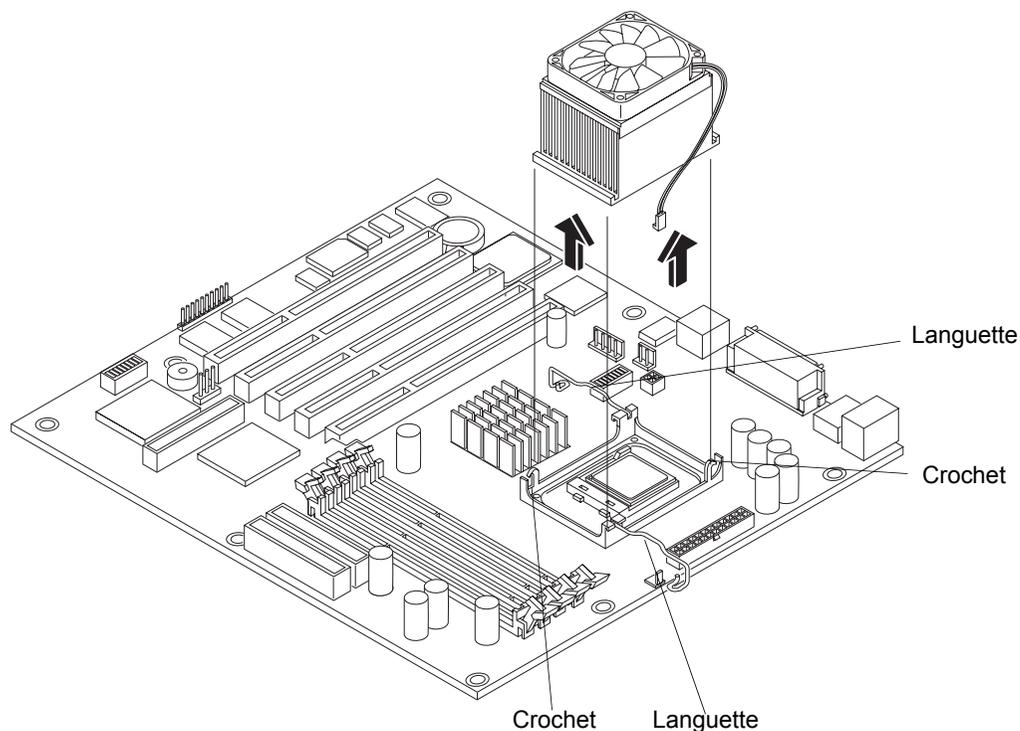

Figure 3-15. Retrait du ventilateur/dissipateur de chaleur
6. Appuyez sur les languettes de fixation du ventilateur pour les écarter et décrochez le ventilateur. Puis, retirez le ventilateur en le soulevant. Voir la *Figure 3-15*.